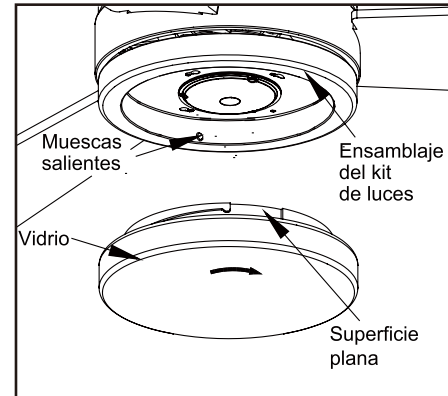

Figura 17
3. Coloca el tazón de vidrio dentro del conjunto del soporte kit de luces alineando las tres áreas planas en la parte superior del tazón de vidrio con las tres muescas salientes en la carcasa del kit de luces. Gira la pantalla de vidrio hacia la derecha hasta que se detenga. (Figura 17)